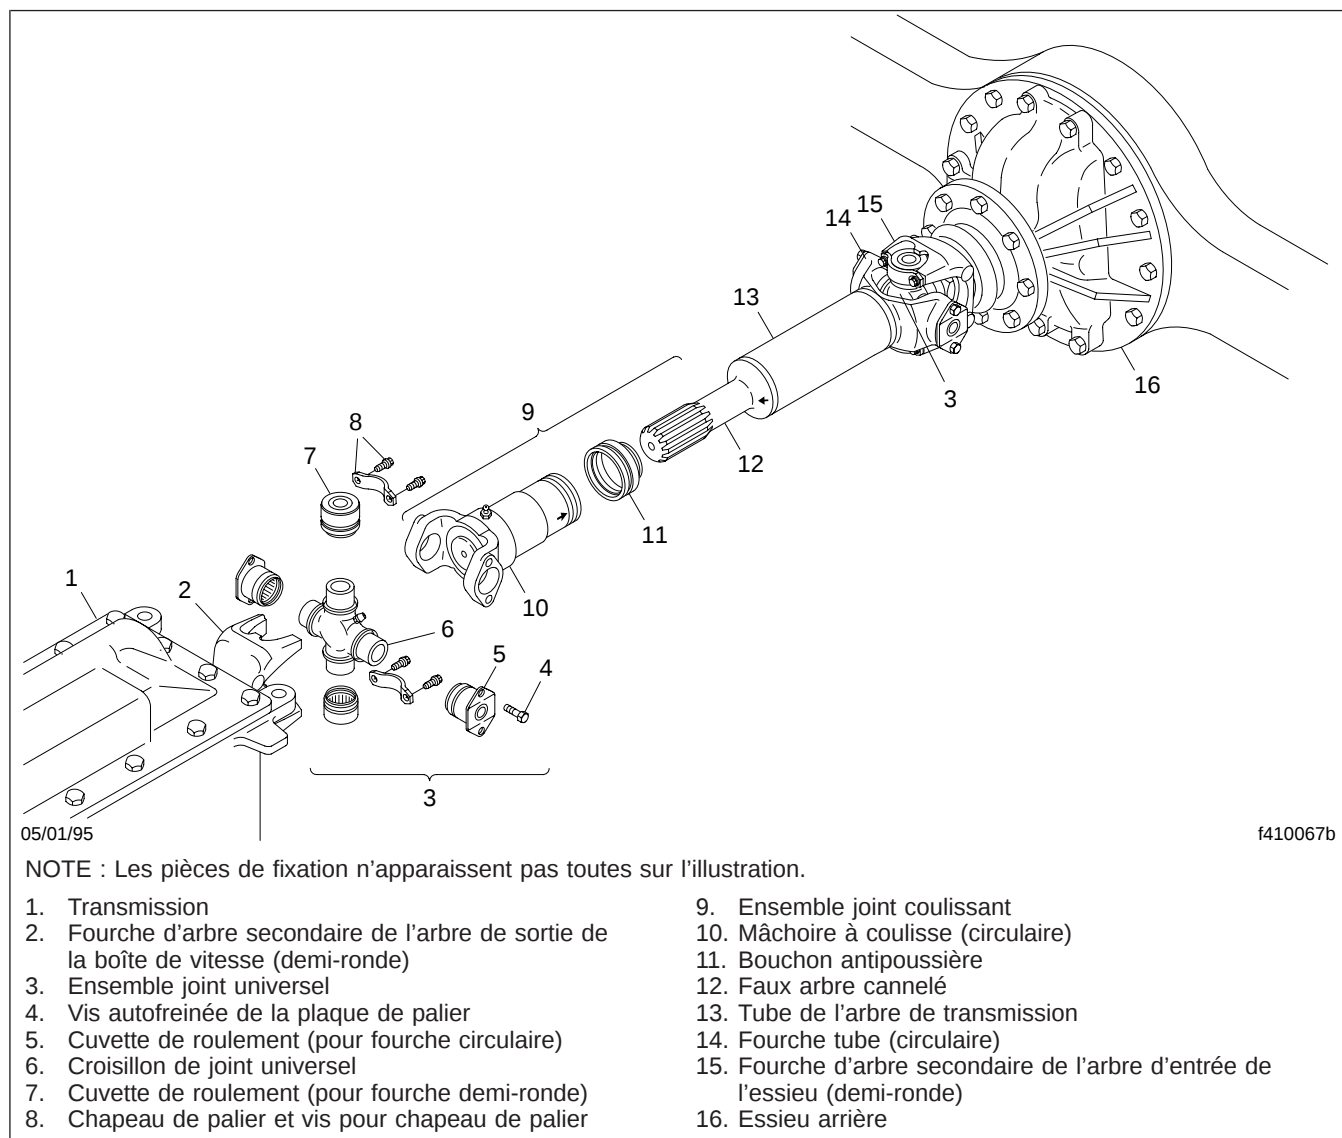

Fig. 2, Composants d'une ligne d'arbres de transmission de base
Fourches demi-rondes avec chapeaux de palier et vis de 3/8 po (voir la figure 2 , référence 8)	45–60 (60–80)
Fourches demi-rondes avec chapeaux de palier et vis de 1/2 po (voir la figure 2 , référence 8)	130–135 (175–185)
3. Inspectez les fourches du module de transmission pour voir s'il n'y a pas de fissures et vérifiez si les fourches de l'arbre secondaire ne sont pas desserrées; voir la figure 2.